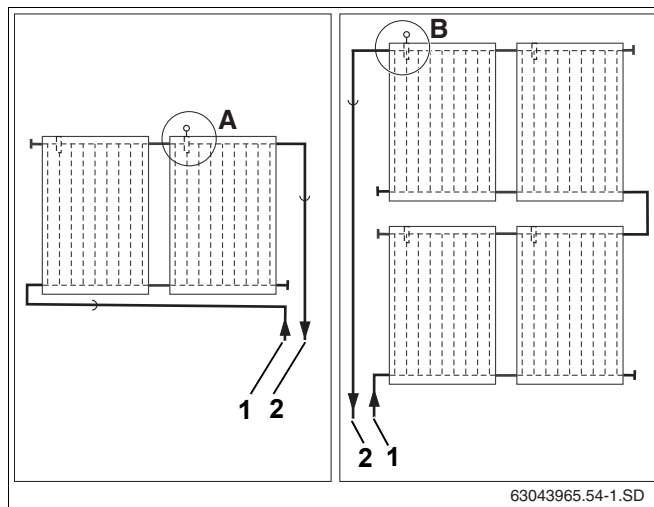

Рис. 53 Место установки датчика коллектора (схематическое изображение)
Обратите внимание на разные места установки при одно- и двухрядной коллекторной системе (рис. 53).
Датчик должен устанавливаться в коллектор, к которому подключена подающая линия (рис. 53, поз. 2).
- Место установки (рис. 53, поз. А) в однорядной системе коллекторов.
- Место установки (рис. 53, поз. В) в двухрядной системе коллекторов.